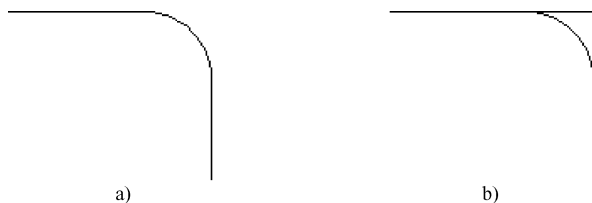

图 5-83 圆角连接
- (1) 多段线 (P)：在一条二维多段线两段直线段的节点处插入圆弧。选择多段线后，系统会根据指定的圆弧半径把多段线各顶点用圆弧平滑连接起来。
- (2) 修剪 (T)：决定在平滑连接两条边时是否修剪这两条边，如图 5-83 所示。
- (3) 多个 (M)：同时对多个对象进行圆角编辑，而不必重新执行命令。
- (4) 按住〈Shift〉键并选择两条直线，可以快速创建零距离倒角或零半径圆角。